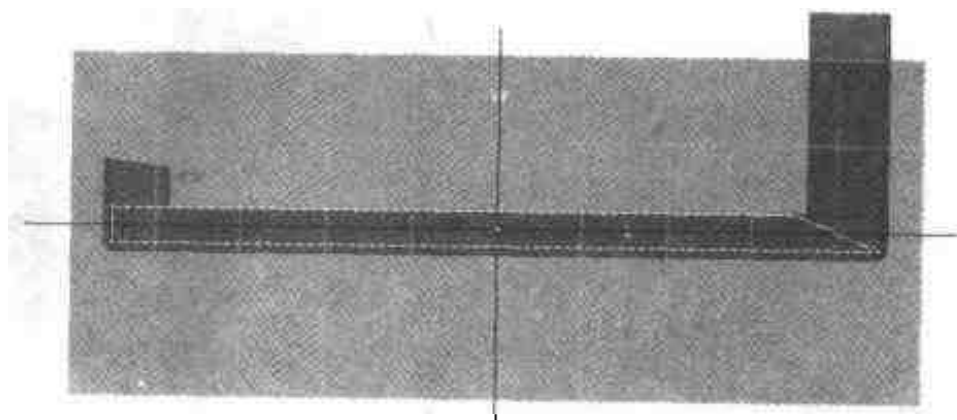

图 4.15 直线编辑结果
- (4) 如果【保持末点条件】复选框处于选中状态, 请取消选择, 单击【确定】按钮后结果如图 4.15 所示。